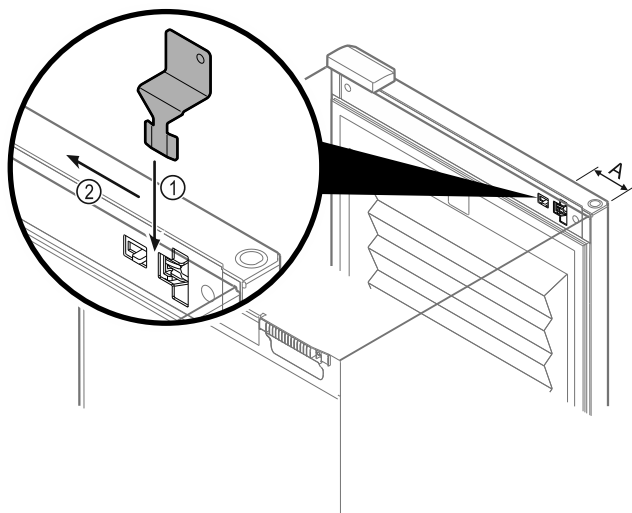

Fig. 146
- ▶ Laikykite avarinio atrakinimo raktą nurodytoje vietoje Fig. 146 (A) ≈ 100mm.
- ▶ Įkiškite avarinio atrakinimo raktą tarp durų ir prietaiso korpuso iš viršaus iki galo Fig. 146 (1).
- ▶ Patraukite avarinio atrakinimo raktą lankstų pusės kryptimi Fig. 146 (2).